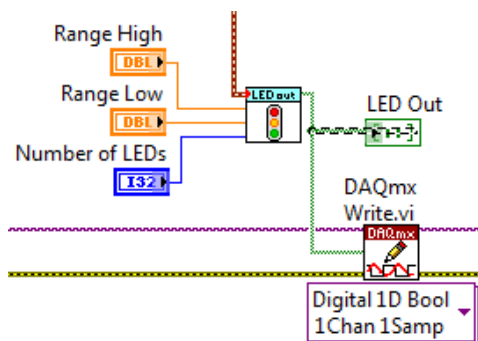

Figura 39. Exclua o fio entre o subVI LED e o indicador LED.
27. Se você observar o painel frontal e os LEDs, eles devem ser revertidos na forma que são exibidos. O indicador do painel frontal e os LEDs físicos podem facilmente ter um código correspondente. Para trocar a ordem do indicador do painel frontal, comece excluindo o fio entre o subVI LED e o indicador LED no diagrama de blocos. Clique uma vez no fio, conforme mostrado na figura 39, e pressione Delete.